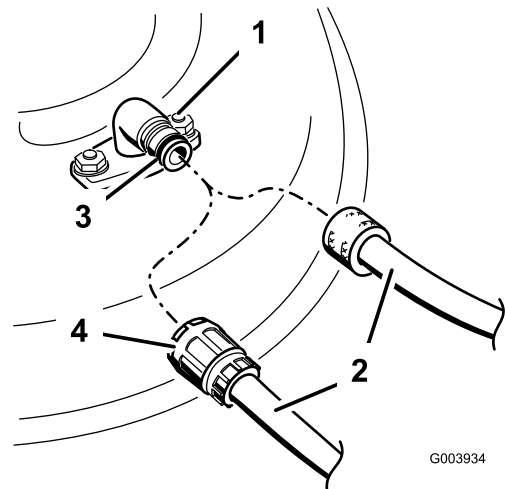

Figure 59
3. Branchez le raccord du flexible au raccord de lavage du carter du tablier de coupe et ouvrez l'eau en grand (Figure 59).